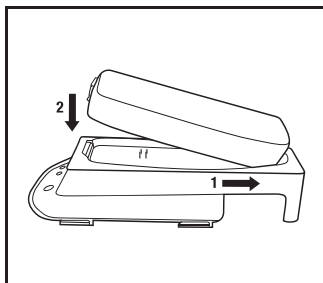

Fig. 2
4. Batería cargando: Asegúrese que los contactos eléctricos de oro en la batería y el cargador estén limpios. Introduzca la batería en la Celda de carga de batería 3M™ TR-640 al deslizar primero el extremo posterior de la batería. Asiente el extremo frontal hasta que quede en su lugar (Fig. 2), entonces iniciará la carga. Remítase a la Fig. 4 y la Tabla 1 en la sección "Especificaciones" de estas *Instrucciones* para consultar la lista de pantallas LED del cargador y significados, y tiempos de carga de batería.